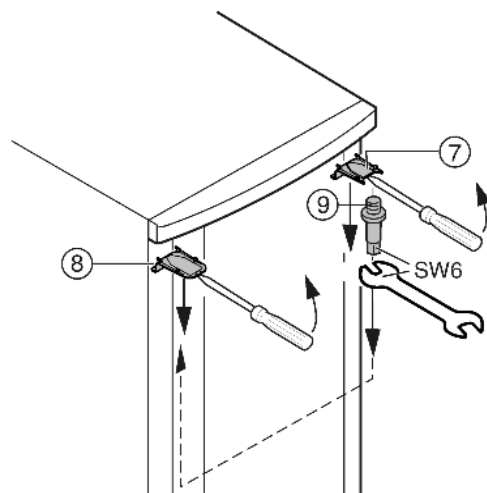

Fig. 6
- ▶ Aan de bovenkant afdekking *Fig. 6 (7)* en afdekking *Fig. 6 (8)* met een schroevendraaier losklikken en schuin naar beneden verwijderen.
- ▶ Lagerbout *Fig. 6 (9)* uitdraaien en aan de andere kant **goed (min. 4 Nm)** vastschroeven.
- ▶ Afdekking *Fig. 6 (7)* aan de kant van de lagerbout weer aanbrengen: achteraan inzetten, vooraan vastklikken.
- ▶ Afdekking *Fig. 6 (8)* op de tegenoverliggende kant monteren: achteraan inzetten, vooraan vastklikken.
- ▶ Deur boven in de lagerbout Fig. 6 (9) hangen.